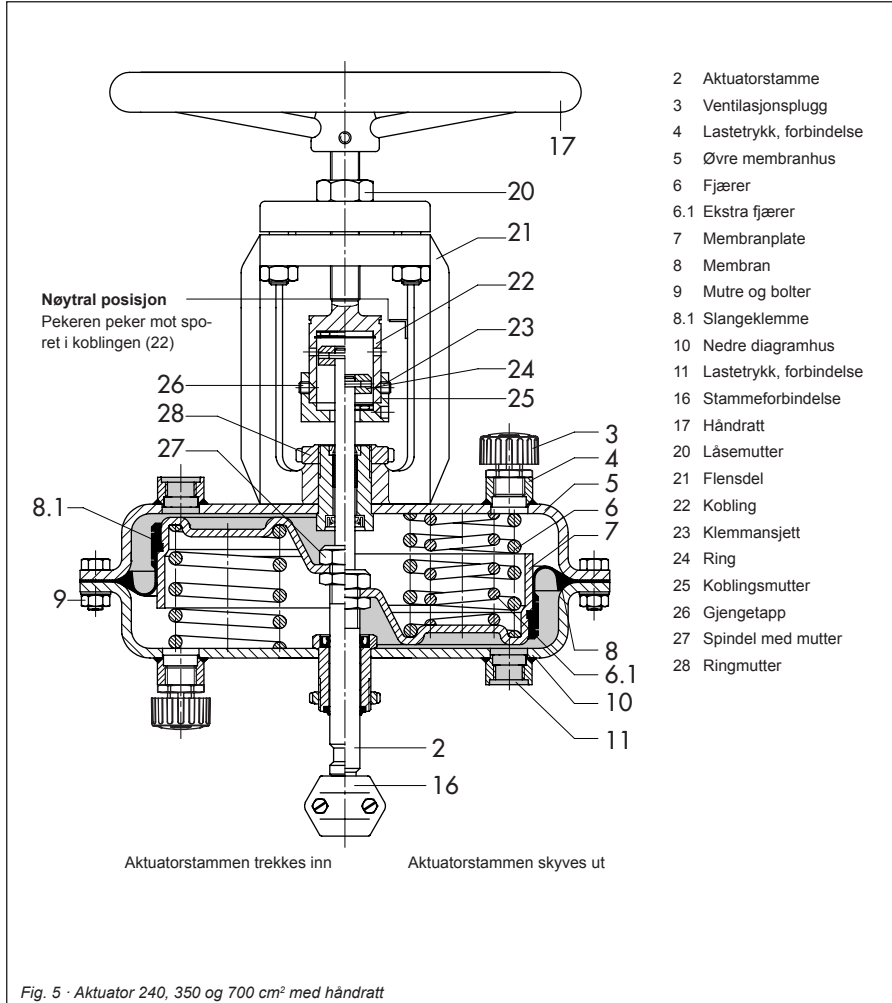

Fig. 5 · Aktuator 240, 350 og 700 cm2 med håndratt
Aktuatorer med **ekstra manuell overstyring** (fig. 5) har et hånddratt som beveger aktuatorstammen via en spindel etter at låsemekanismen (låsemutter) er koblet fra. Et sidemontert hånddratt (fig. 8) beveger stammen via et konisk hjul eller snekkehjul.
Bruk kun lastetrykk på membrankammeret som ikke inneholder fjærene. Det er viktig at ventilasjonspluggen (3) ikke er blokkert for at driften av aktuatoren skal skje uten problemer. På versjoner med håndratt må du kontrollere at pluggstammen kan beveges fritt når ventilen plasseres av den pneumatiske aktuatoren ved at du beveger håndrattet til en nøytral posisjon (fig. 5 for 240 til 700 cm2 og fig. 8 for 1 400 og 2 800 cm2).
Kun 240, 350 og 700 cm2 (fig. 5)